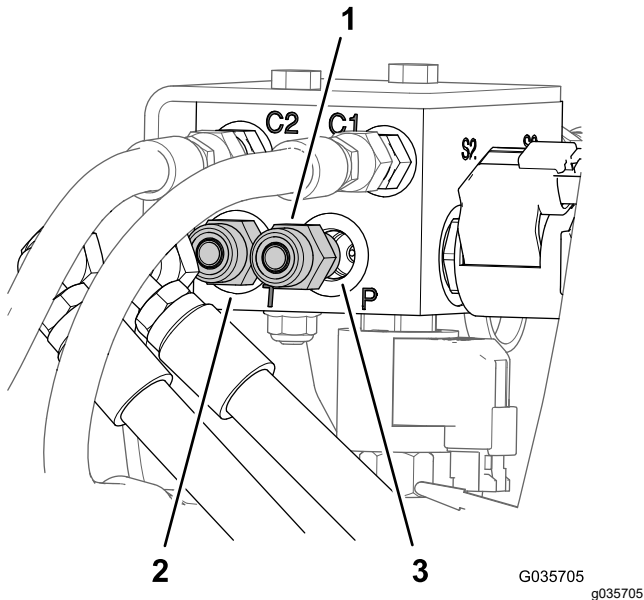

Figure 5
1. À l'arrière du pulvérisateur, étiquetez les flexibles au niveau des orifices-P et T du collecteur des vérins de levage (Figure 5).
2. Débranchez les flexibles des raccords hydrauliques droits reliés aux orifices P et T du collecteur des vérins de levage (Figure 5).
3. Débranchez les raccords hydrauliques droits des orifices-P et T sur l'ancien collecteur des vérins de levage (Figure 5).